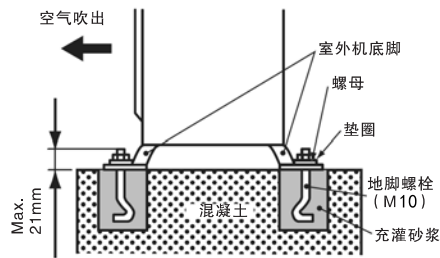

图5.1 地脚螺栓的安装
(1) 使用地脚螺栓紧固室外机，如图5.1所示使用附件提供的垫圈将室外机紧固到地脚螺栓上。